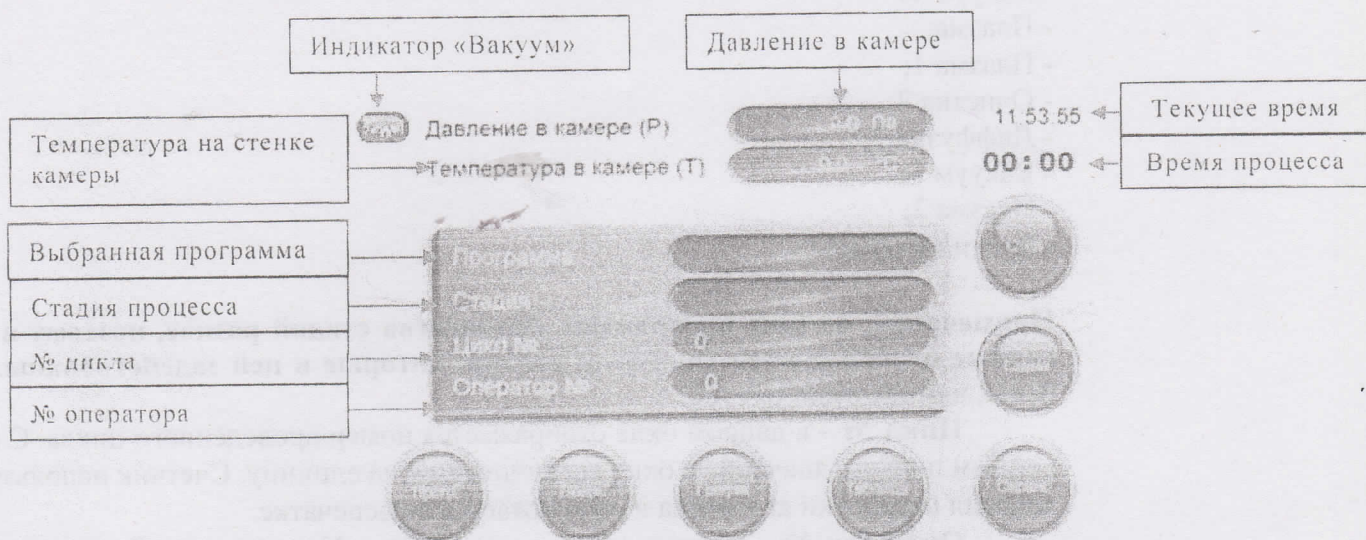

Рисунок 15
2. Нажмите на кнопку «вкл./выкл.» на лицевой панели, одновременно с этим включится сенсорная панель. После появления экрана приветствия (см. рис. 14), подтвердите вход в систему путём нажатия на сенсорной панели клавиши «Вход в систему». После этого на экране появится главное меню (см. рис. 15);
8. Выберите необходимый для запуска цикл стерилизации. Программа должна быть выбрана в зависимости от типа и полоты загрузки камеры (см. п.5). Для выбора программы, находясь в главном меню (рис. 15), нажмите кнопку «Прогр.», произойдёт переход к экрану выбора программ (рис. 20). Для выбора программы нажмите на соответствующую кнопку с названием программы. Подтвердите запуск выбранной программы, после появления информационного сообщения, путём нажатия кнопки «Ок».